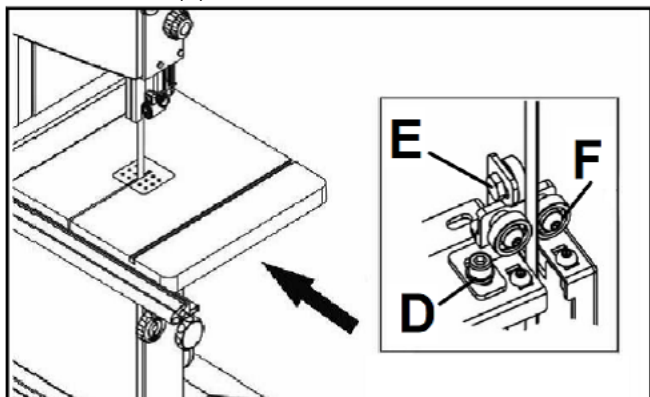

Рисунок 16
Ослабьте винт с внутренним шестигранником (D, Рис. 16), переместите всю нижнюю направляющую пильной ленты и установите боковые подшипники в положение 1-2 мм от впадины зуба полотна (изогнутая область в основании зуба). Снова затяните винты (D).
Ослабьте болт (Е) и установите упорный подшипник в положение 0,4 мм от задней кромки ленты. Снова затяните болт (Е, Рис. 16).
Ослабьте болт (F, Рис. 16) и отрегулируйте боковые подшипники с зазором 0,1-0,2 мм до ленты. Снова затяните болт (F).